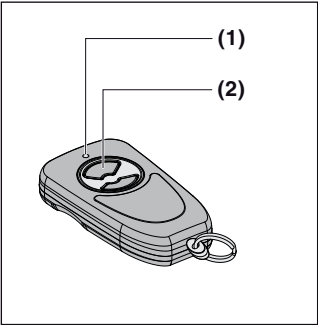

Fig. 1
2 Beschrijving van het toestel (fig. 1)
4.2 De handzender gebruiken (fig. 1)
- Druk de toets (2) op de handzender in. De aan de toets gekoppelde functie (bijv. deur open/dicht) wordt uitgevoerd.
2 Descripción del aparato (fig. 1)